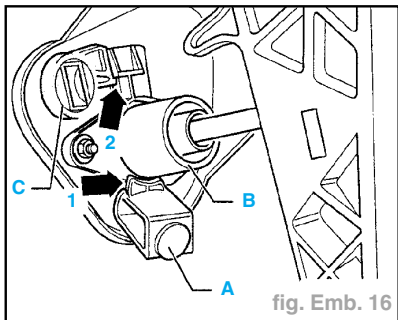

fig. Emb. 16
- Remettre en place la butée (A) pour la pédale d'embrayage (fig. Emb. 16).